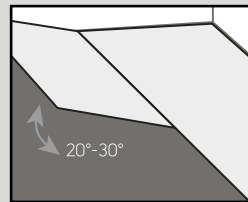

Fig. 3
4. Comience la segunda fila de manera que la lengüeta encaje en la hendidura, sujetando el tablón en ángulo (aproximadamente a 30°) y, a continuación, empuje con firmeza el tablón/baldosa hasta que encaje en la hendidura de la primera fila (fig. 3).